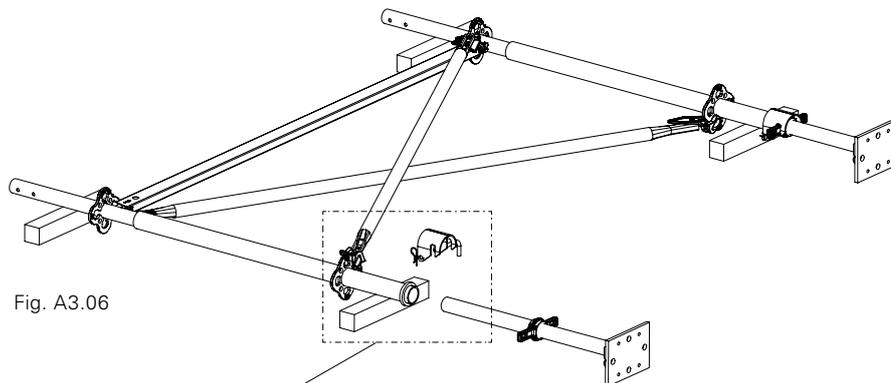

Fig. A3.06
- El maneral (24) debe encajar en la ranura (27.4) de la fijación husillo.
- El conjunto de cierre ya está preparado. (Fig. A3.06 - A3.06b)